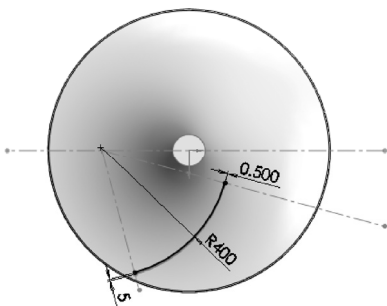

图 4-24 绘制草图 2
STEP 6 在“上视基准面”中绘制如图 4-24 所示的草绘图形（注意此图形中弧线的两个